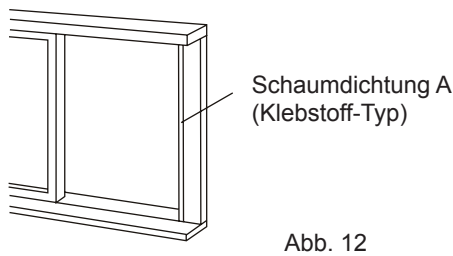

Abb. 12
1. Schneiden Sie die Schaumstoffdichtung (Klebstoff-Typ) auf die richtige Länge und befestigen Sie es am Fensterrahmen, Abb.12.